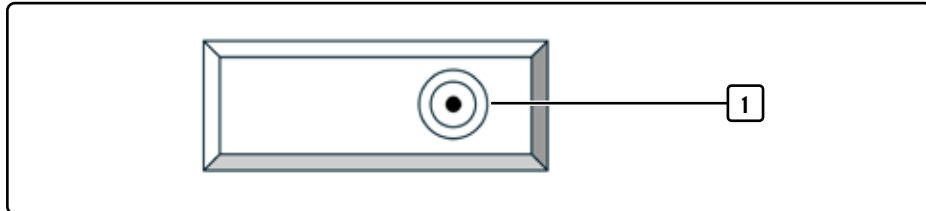

Abb. 7 Draufsicht Wassertank
3. Filterkartusche so in den Wasserfilteradapter (1, Abb. 7) im Wassertank einsetzen, dass er einrastet.